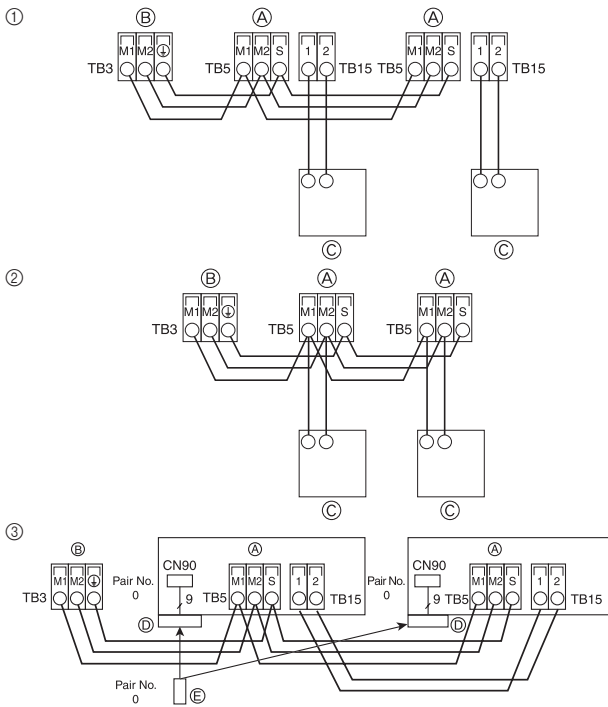

Fig. 5-3
5.4. Raccordement des câbles de la commande à distance et des câbles de transmission intérieurs et extérieurs (Fig. 5-3)
① Commande à distance MA
② Commande à distance M-NET
③ Télécommande sans fil (lors de l'installation d'un récepteur de signaux sans fil)